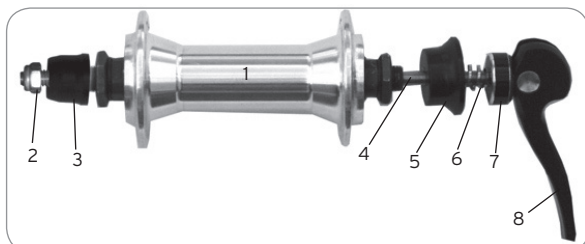

Figure 42. Pièces composant un système de fixation rapide Clix
6. Pour éviter toute modification du réglage, installez le contre-écrou (figure 42) et serrez-le jusqu'à ce qu'il touche l'écrou de réglage.